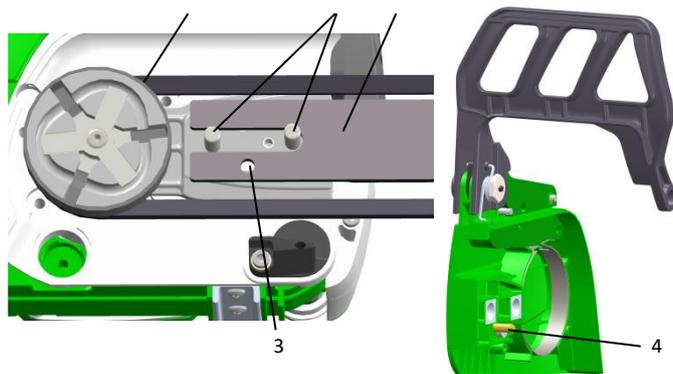
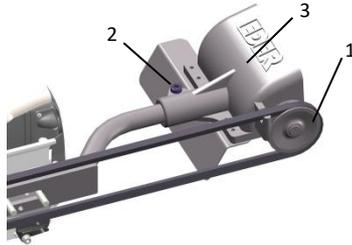

Abb. 3: Träger montieren und Keilriemen einhängen
Abb. 4: Befestigung des Schälkopfes am Träger
- > Setzen Sie den Träger (1 – Abb. 3) mit dem Schlitz zwischen die Gewindestifte (2 – Abb.3).
- > Die Bohrung (3 – Abb.3) im Träger muss in den Mitnehmer vom Kettenspanner gesetzt werden. Dieser ist abhängig vom Motorsägentyp Motorseitig oder im Deckel (4 – Abb.3) montiert.
- > Hängen Sie den Keilriemen zwischen Kupplungstrommel (5 – Abb.3) und Keilriemenscheibe (1 – Abb. 4) ein.
- > Achten Sie darauf, dass der Riemen bereits etwas vorgespannt ist. Andernfalls lösen Sie die Innensechskantschraube (**2** – Abb.4) und schieben Sie den Schälkopf (**3** – Abb. 4) soweit auf dem Träger nach vorne, bis der Riemen vorgespannt ist. Ziehen Sie die Innensechskantschraube wieder fest.
- > Spannen Sie den Keilriemen, indem Sie die Keilriemenspannschraube (**4** – Abb.3) im Uhrzeigersinn drehen